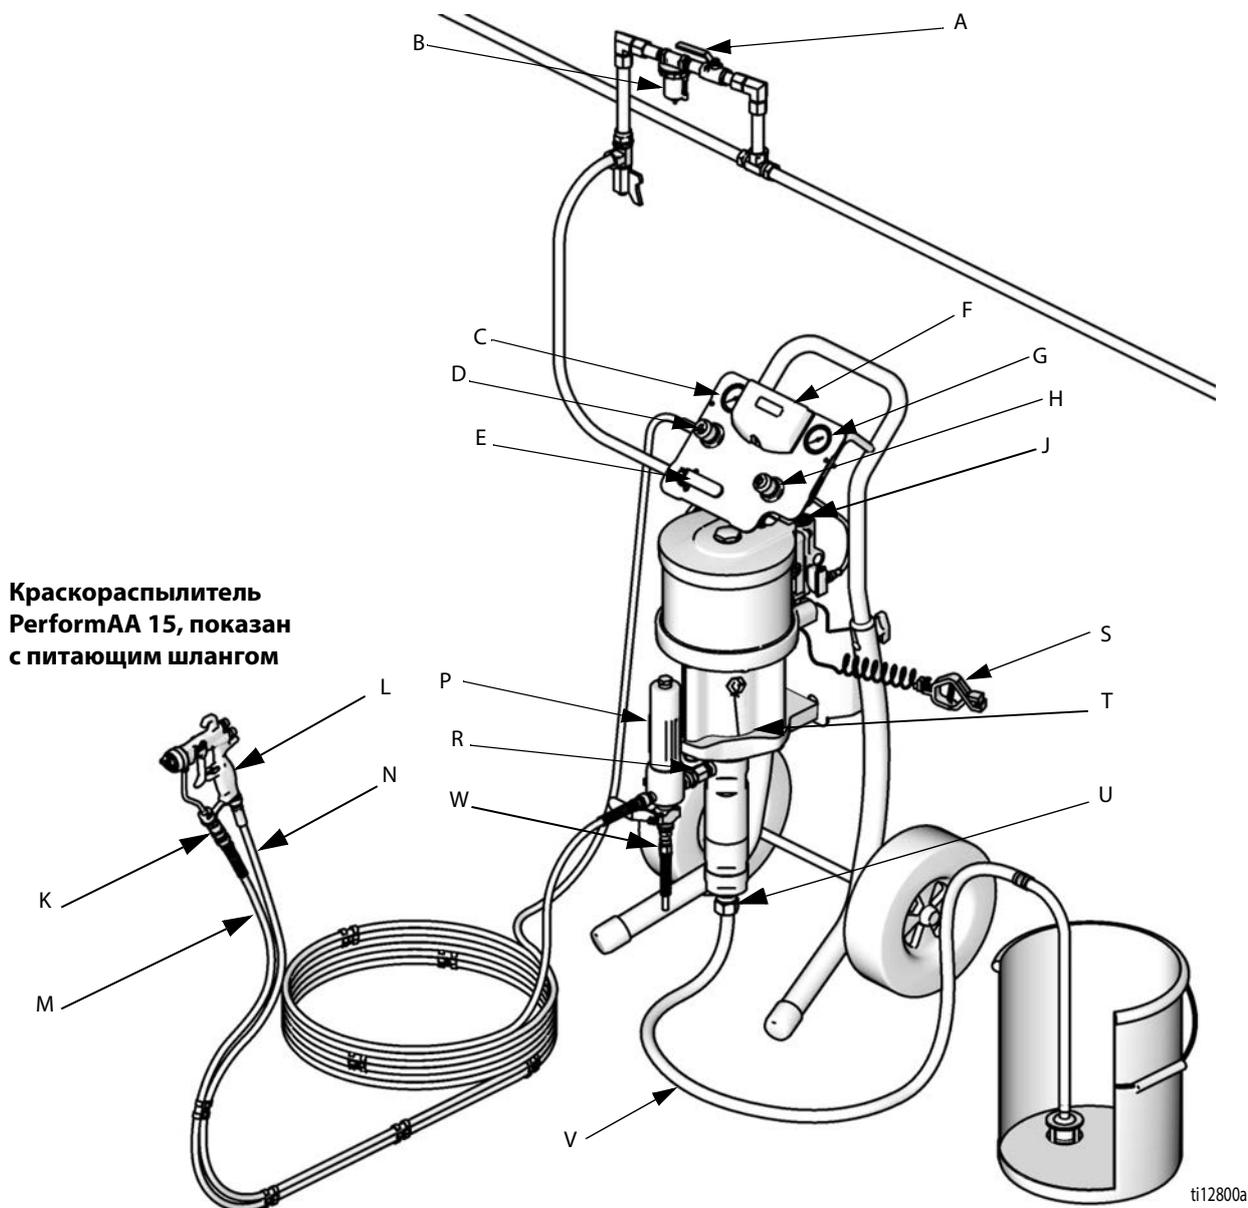

РИС. 1. Типовой монтаж (в вашей установке могут присутствовать не все представленные детали).
Рис. 1 представлен в качестве руководства для выбора и установки компонентов системы, а также вспомогательных принадлежностей. Для получения рекомендаций по проектированию системы, отвечающей вашим потребностям, обратитесь к дистрибьютору компании Graco.
См. РИС. 1. **Перечень компонентов различается в зависимости от заказанной установки.** См. таблицы на стр. 7 - 16. В состав комплекта поставки вашей установки могут входить:
Установите следующие принадлежности в порядке, показанном на РИС. 1, при необходимости используйте соответствующие переходники.
1. См. Рис. 1. Присоедините конец синего шланга подачи материала (M) к выпускному отверстию насоса (R) или фильтра (P).
2. Присоедините один конец шланга для сжатого воздуха (N) к регулятору подачи воздуха (D) краскораспылителя.
3. Присоедините второй конец шланга для подачи воздуха (N) к впускному отверстию для подачи воздуха, расположенному в основании краскораспылителя (L).
4. Присоедините поворотный шарнир краскораспылителя (K) к впускному отверстию для материала.
5. Присоедините другой конец синего шланга для материала (M) поворотному Шарниру краскораспылителя (K).
2. См. Рис. 1. Закройте главный воздушный стравливающий клапан (D).
- См. Рис. 1. Заблокируйте курок краскораспылителя. Отсоедините соплодержатель и сопло от краскораспылителя (L). См. руководство по эксплуатации краскораспылителя.
- Закройте регуляторы подачи воздуха краскораспылителя (D) и насоса (H), повернув круглые ручки против часовой стрелки и снизив давление до нуля. Закройте воздушный стравливающий клапан (E). Удостоверьтесь, что все дренажные клапаны находятся в закрытом состоянии.
- Подсоедините линию подачи воздуха к воздушному стравливающему клапану (D).
- Плотно прижмите металлическую часть краскораспылителя (L) к боковой поверхности заземленной металлической емкости, разблокируйте курок и удерживайте его нажатым.
8. Откройте воздушный стравливающий клапан (E). Медленно поворачивайте по часовой стрелке круглую ручку регулятора подачи воздуха (H) в насос, увеличивая давление до тех пор, пока насос не запустится.